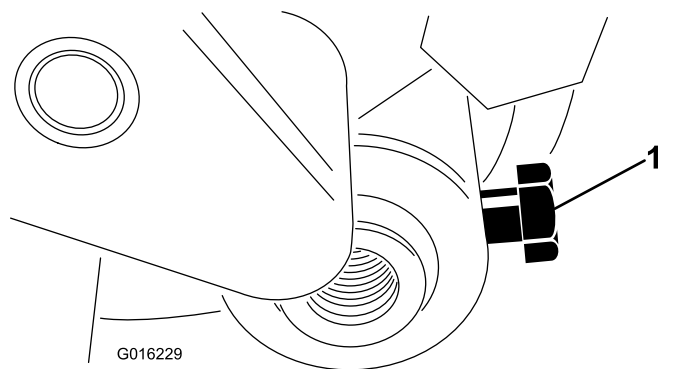

图 15
4. 将滚筒轴插入右调整臂并用滚筒轴螺栓松松地将其固定图 15。
4. 将滚筒放在调整臂中间、拧紧安装螺栓图 15。